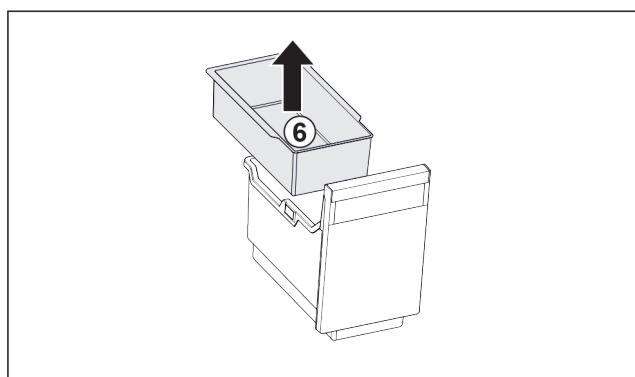

Fig. 101
- Einhängegeschale Fig. 101 (6) entnehmen.